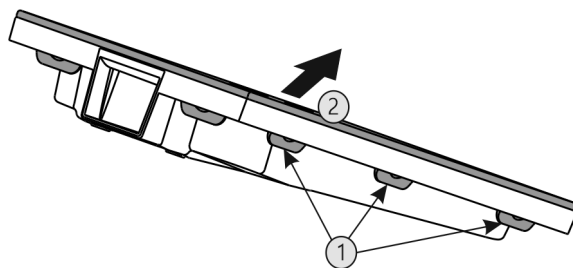

Fig. 61
- ▶ Последовательно нажать на все накладки Fig. 61 (1) и снять крышку Fig. 61 (2).